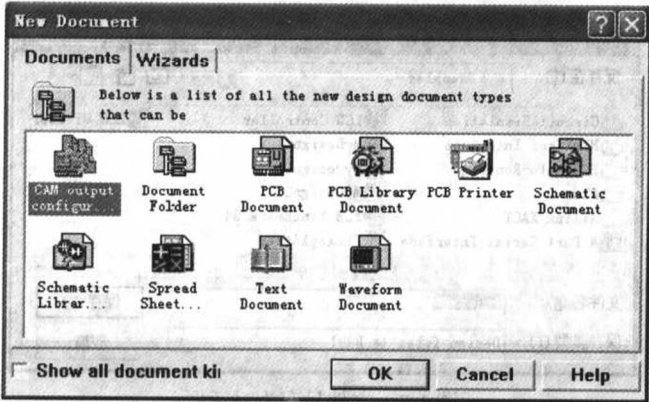

图 1-10 建立新文档对话框
- (1) New: 新建一个空白文件，文件的类型可以是原理图 Sch 文件、印制电路板 PCB 文件、原理图元件库编辑文件 SchLib、印刷电路元件库编辑文件 PCBLib、文本文件以及其他文件等。选取此菜单项，将会显示建立新文档对话框，如图 1-10 所示，用户可以选择所需建立的文档类型，然后单击 OK 按钮即可。
Protel 99 SE 提供了丰富的编辑器资源，如图 1-10 中的图标所示。各图标所代表的文件类型如表 1-1 所示。